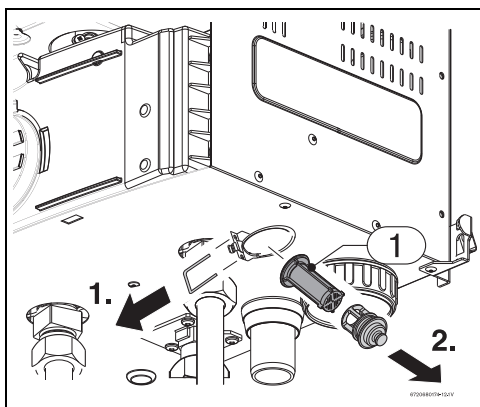

Fig. 56
- ▶ Controllare e se necessario sostituire il filtro acqua (Fig. 56 ).